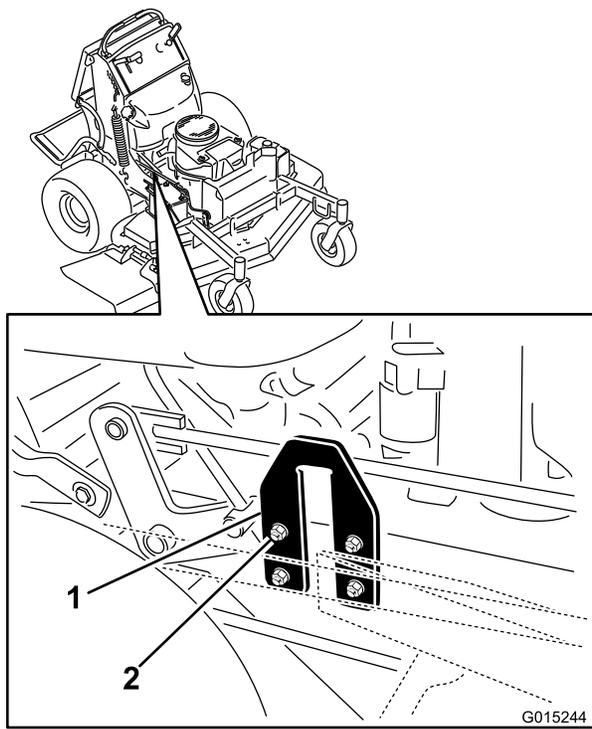

Figura 84
2. Localize as placas em U na plataforma do lado do motor (Figura 84).
3. Desaperte a placa em U num dos lados e ajuste-a para cima ou para baixo de forma a que a diferença entre as medidas B e C não seja superior a 6 mm (Figura 84).